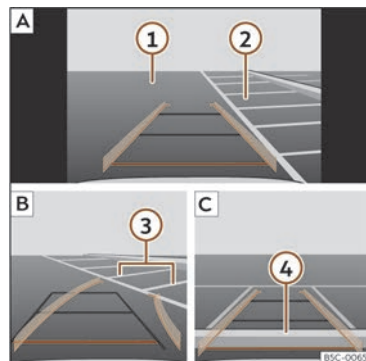

Abb. 139 Anzeige auf dem Bildschirm des Infotainment-Systems: Einparken mit dem Rückfahrsistenten.
Legende zur >>> (Abb. 139):
- Bringen Sie das Fahrzeug vor die Parklücke >>> (Abb. 139) ② [A].
- Fahren Sie rückwärts und drehen Sie das Lenkrad so, dass die gelben Linien in die Parklücke weisen. Die grünen und gelben Linien müssen mit den seitlichen Begrenzungslinien übereinstimmen ③ [B].
- Halten Sie das Fahrzeug an, wenn die rote Linie die hintere Begrenzung erreicht hat ④ [C].